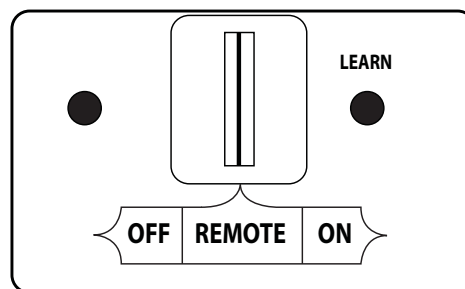

Fig. 22-2 Détail récepteur de télécommande (REMOTE)
1. Assurer la veilleuse est allumée. Ensuite, localisez le commutateur à 3 positions sur le récepteur de la télécommande (voir Fig. 22-2), Et faites glisser le commutateur sur la position **REMOTE**.